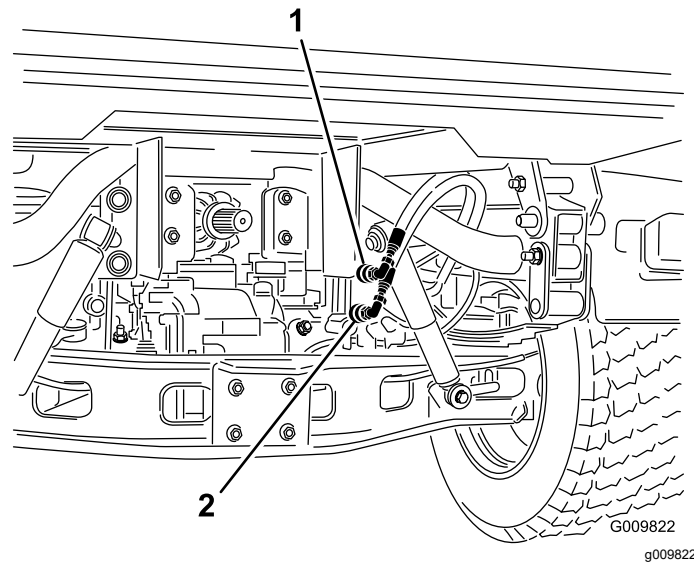

図 75
2. それぞれの車両で、クイックカップラホース 2 本を、カップラブラケットのホースから外す 図 75。